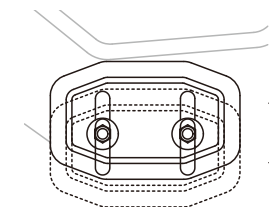

Fig.15B
3. La altura de las zapatas deslizantes puede ajustarse según las condiciones reales de la nieve sin necesidad de retirar las tuercas. Sólo hay que aflojar las tuercas, ajustar la posición de las zapatas deslizantes hacia arriba o hacia abajo, y luego volver a apretar (Fig.15B).